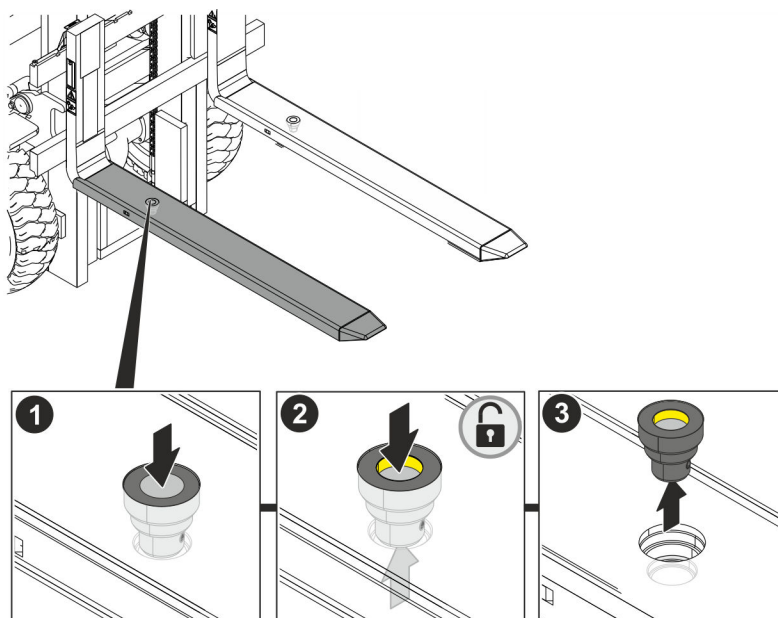

Abb. 11: Verriegelungsbolzen entnehmen
1. ➤ Druckpunkt des Verriegelungsbolzens von oben eindrücken (Abb. 11/1).
2. ➤ Verriegelungsbolzen im eingedrückten Zustand durch gleichzeitiges Drücken von unten hochdrücken (Abb. 11/2).
3. ➤ Verriegelungsbolzen aus der Grundgabelzinke entnehmen (Abb. 11/3).